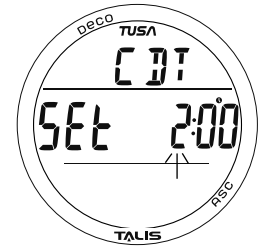

Abb. 9B - UHR-CDT EINSTELLEN
**CDT einstellen**, Informationen beinhalten (Abb. 9B):